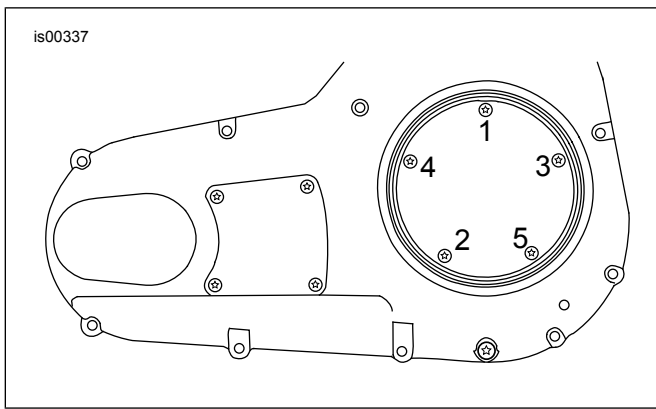

Figura 1. Sequenza di serraggio, coperchio di accesso alla frizione
5. Montare la guarnizione e il coperchio di accesso (1) sul coperchio del carter della catena della trasmissione primaria usando le viti e le rondelle del kit. Serrare le viti a una coppia di 10–12 N·m (84–108 **in-lbs**) nella sequenza mostrata nella Figura 1.